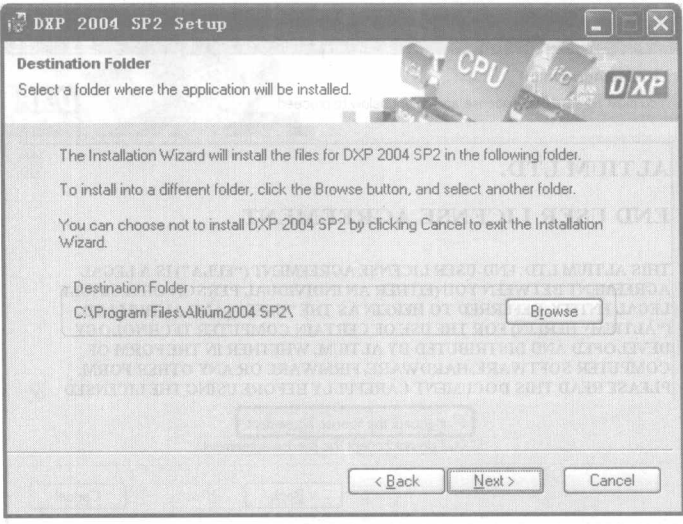

图 1-4 选择安装路径
4. 单击 **Next >** 按钮,弹出如图 1-4 所示的选择安装路径窗口。默认的安装路径是“C:\Program Files\Altium2004 SP2\”,用户可以单击 **Browse** 按钮来重新选择 Protel DXP 2004 的安